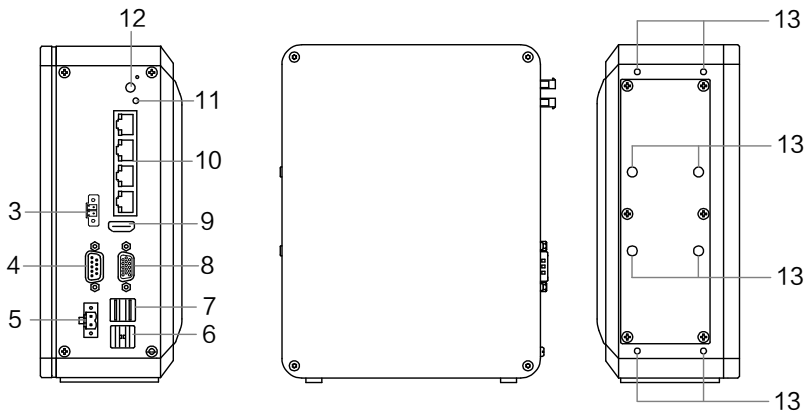

图2-2 基础型设备外观
- 基础型设备：不含 I/O 和 4 路光源、含串口，外观如图 2-2 所示。